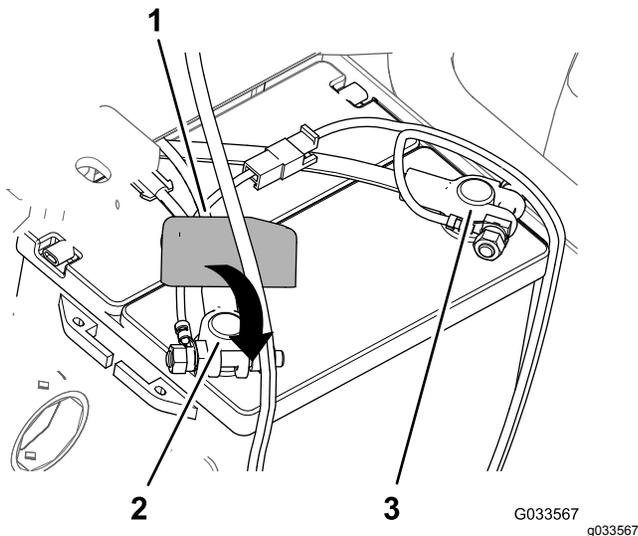

Bild 32
- Schließen Sie das Pluskabel der Batterie am **Pluspol** der Batterie an und ziehen Sie die Klemmmutter mit der Hand an (Bild 32).